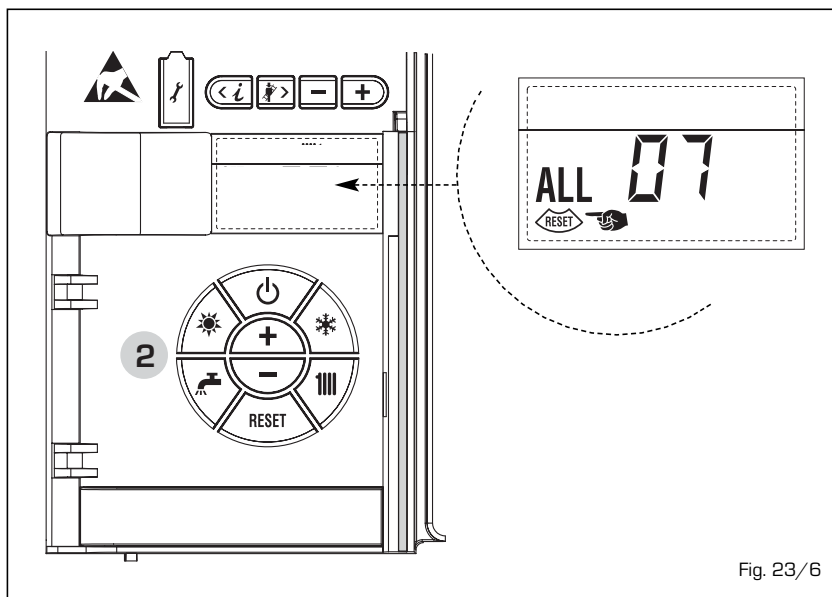

Fig. 23/6
- **ANOMALIA FIAMMA PARASSITA "ALL 08" (fig. 23/7)**